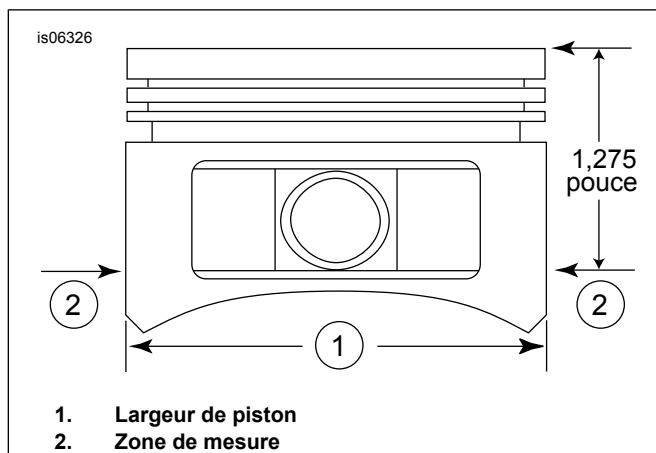

Figure 2. Dimensions de piston
- Voir Figure 2. Mesurer la largeur du piston (1) 90 degrés à l'horizontale des deux côtés du trou d'axe de piston et à 32,385 mm (1,275 po) vers le bas à partir de la surface de plateau (supérieure) du piston (2). Voir le Tableau 6 pour l'ajustement piston/cylindre à cet emplacement.